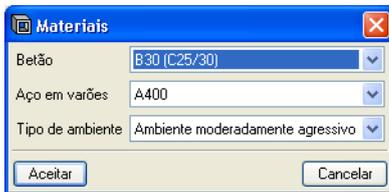

Fig. 2.5
- Coloque os dados referentes aos materiais, fig.2.5.